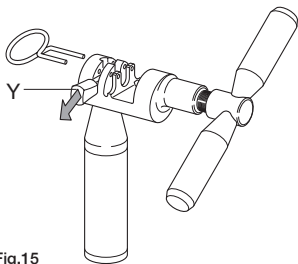

Fig.15
- Preparate l'utensile **UT-CN400**, posizionando la linguetta in modalità di chiusura (**Y** - Fig. 15).